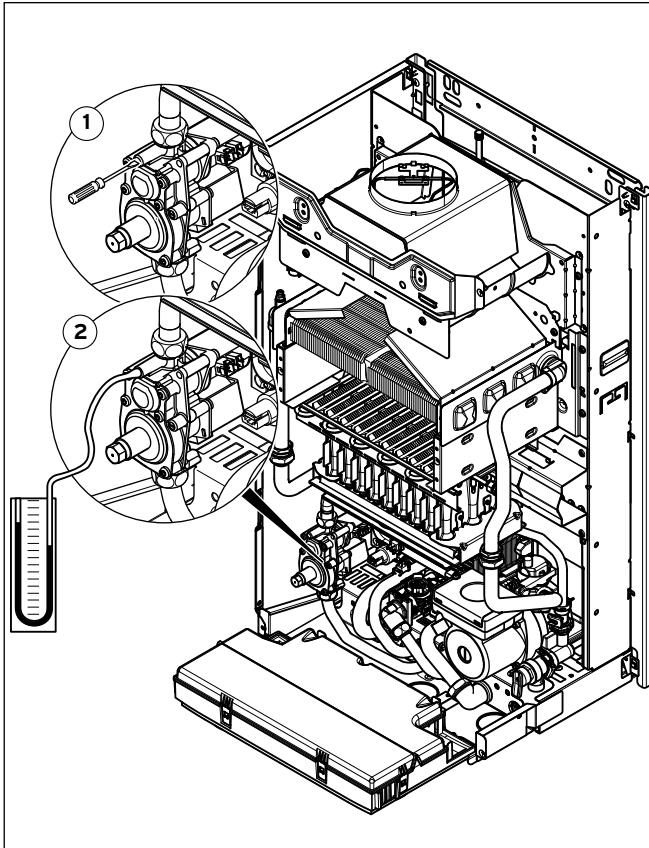

Abb. 6.5 Nennbelastung überprüfen
- Lösen Sie die Dichtungsschraube an der Gasarmatur (1 in Abb. 6.5).
- Schließen Sie ein Digital-Manometer oder U-Rohr-Manometer an (2 in Abb. 6.5).